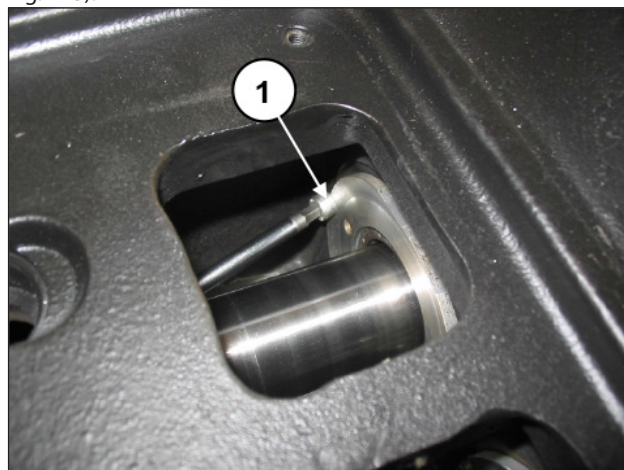

Fig. 113
Svitare le due viti di bloccaggio del coperchio paraolio (pos. ①, Fig. 113).